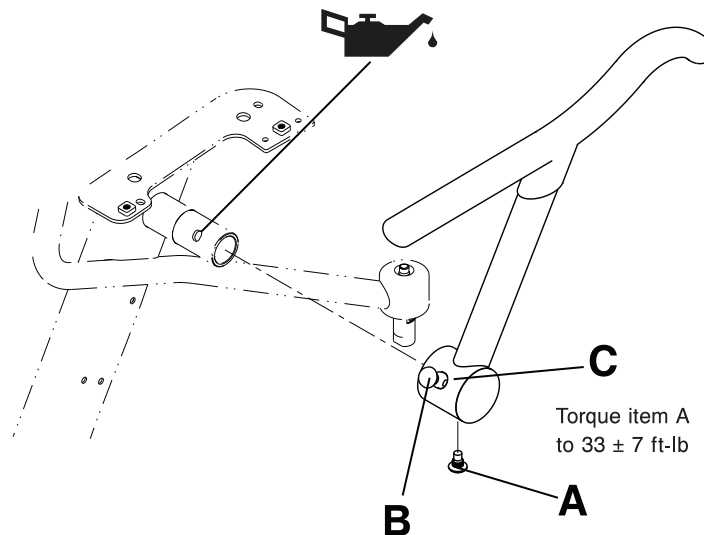

Figura 5-24: Substituição do apoio de braços dobrável
2. Com uma chave sextavada de 5/16", retire o pino do batente rígido (A) da parte inferior do apoio de braço dobrável (Figura 5-24 na página 5-42). Elimine o pino.
3. Com uma mão puxe o pino de desengate do apoio de braço (B) e use a outra mão para puxar o apoio de braço dobrável (C) para fora para remover o apoio de braço (Figura 5-24 na página 5-42).
4. Aplique lubrificante Syntec (3000-200-7 19) à peça giratória do apoio de braço fornecida (Figura 5-24 na página 5-42).